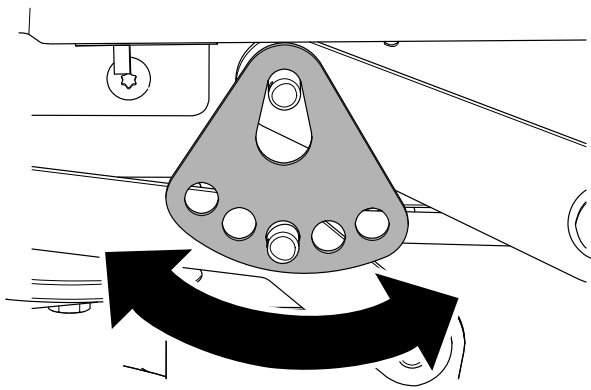

Bild 69
7. Drehen Sie die Schnitthöhenplatte in ein anderes Loch, so dass sie das Gewicht des Mähwerks nach der Montage der Platte trägt (Bild 69).
8. Montieren Sie die Unterlegscheibe und den Splint (Bild 69).